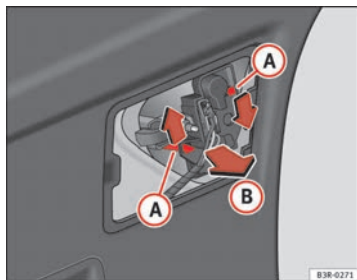

Fig. 235 Dépose du support d'ampoules
- Appuyez sur les languettes A ⇒ fig. 235 dans le sens des flèches et retirez le support d'ampoules en tirant dans le sens de la flèche B.